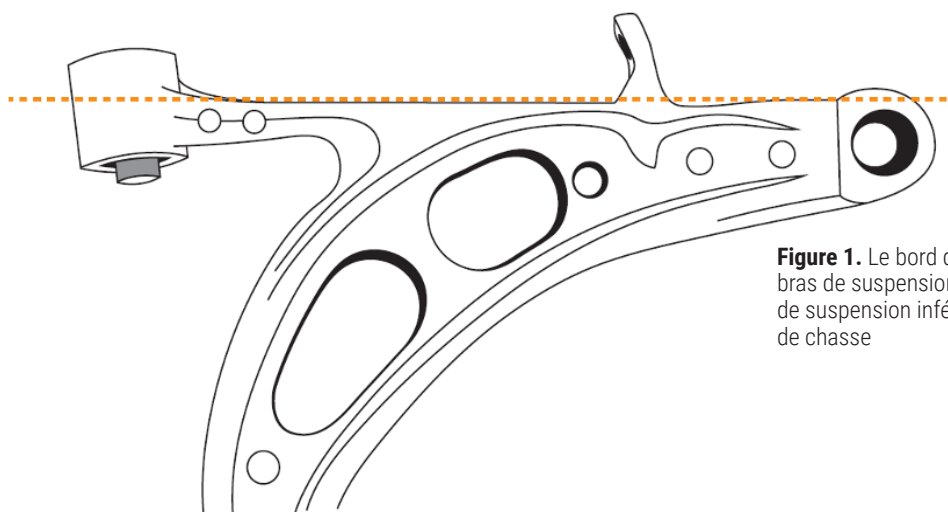

Figure 1. Le bord d'attaque du corps du bras de suspension inférieur avant sans ajout de chasse
- Un bras de suspension inférieur avant sans ajout de chasse est caractérisé par un bord d'attaque droit sur le corps du bras de suspension. **Reportez-vous à la Figure 1.**